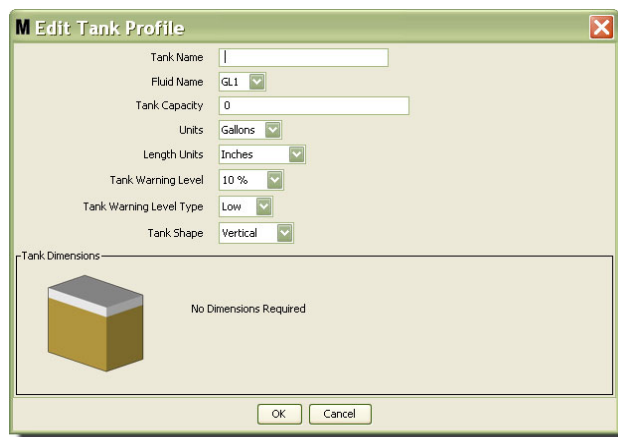

Рис. 101
3. Появится окно «Edit Tank Profile» [Изменить профиль цистерны] (Рис. 101).